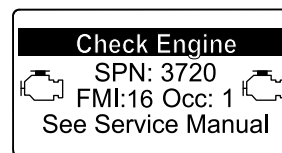

Рисунок 52
- Предупреждение о двигателе SPN 3720, FMI 16 (Рисунок 52)